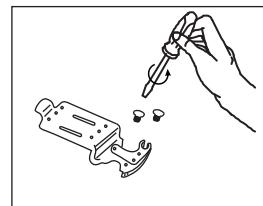

Рисунок 8.
**7** - Открутите винты крепящие верхний шарнир и снимите его. Открутите винты, фиксирующие правую шпильку на верхнем шарнире (Рис. 8) и замените ее на левую(прилагается в комплекте с документами).